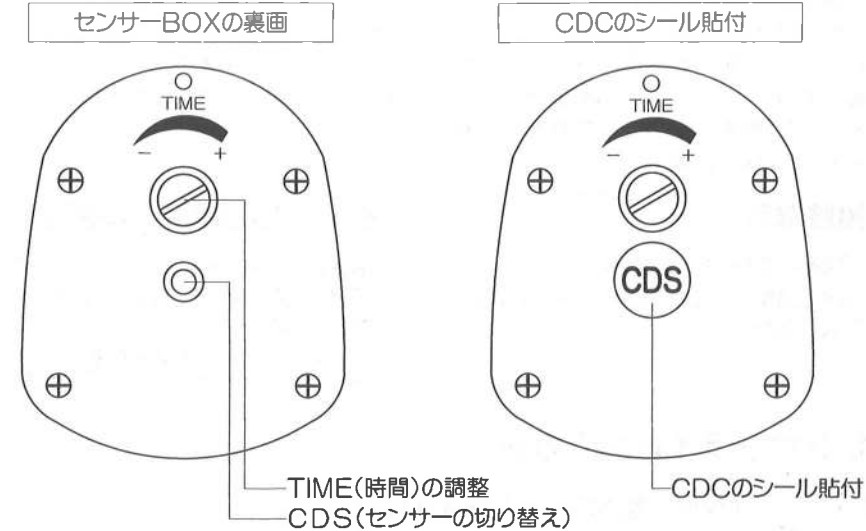

図2
- センサーの調整はCDSシールの貼付、はがして調整ができます。(図2参照)
### ■取付前にセンサーのテストをしてください。(図2参照)
### ■CDSのシールについて (図2参照)